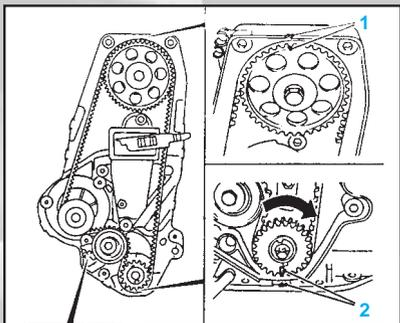
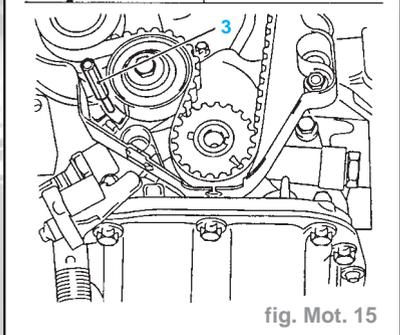

fig. Mot. 15
fig. Mot. 16
- Enfoncer en tournant le vis de fixation du pignon d'entraînement de la courroie crantée et tourner le vilebrequin dans le sens de rotation du moteur jusqu'à ce que l'index (2) du pignon d'entraînement de la courroie crantée s'aligne sur le boîtier de la pompe d'huile. Simultanément l'encoche (1) sur le pignon de l'arbre à cames doit coïncider avec le cache arrière de courroie crantée (fig. Mot. 15).
- Déplacer le galet-tendeur de courroie crantée contre l'action de la force du ressort vers le haut jusqu'à superposition des trous. Bloquer le galet-tendeur de courroie crantée à l'aide d'un mandrin approprié (3).
- Remettre en place la courroie crantée. S'assurer que le brin de traction (1) soit bien tendu (fig. Mot. 16).